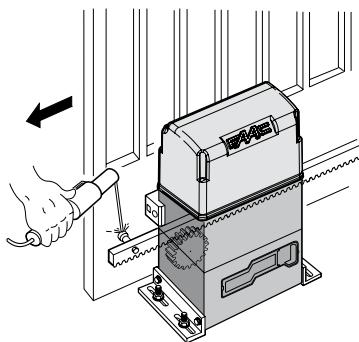

Рис. 15
3) Уложить первый отрезок рейки горизонтально на шестерне и приварить защелку к воротам, как показано на рис. 15.
5) Присоедините еще один реечный элемент вплотную к предыдущему, используя часть рейки (как показано на рис.15), соотнесите зубья этих двух элементов.